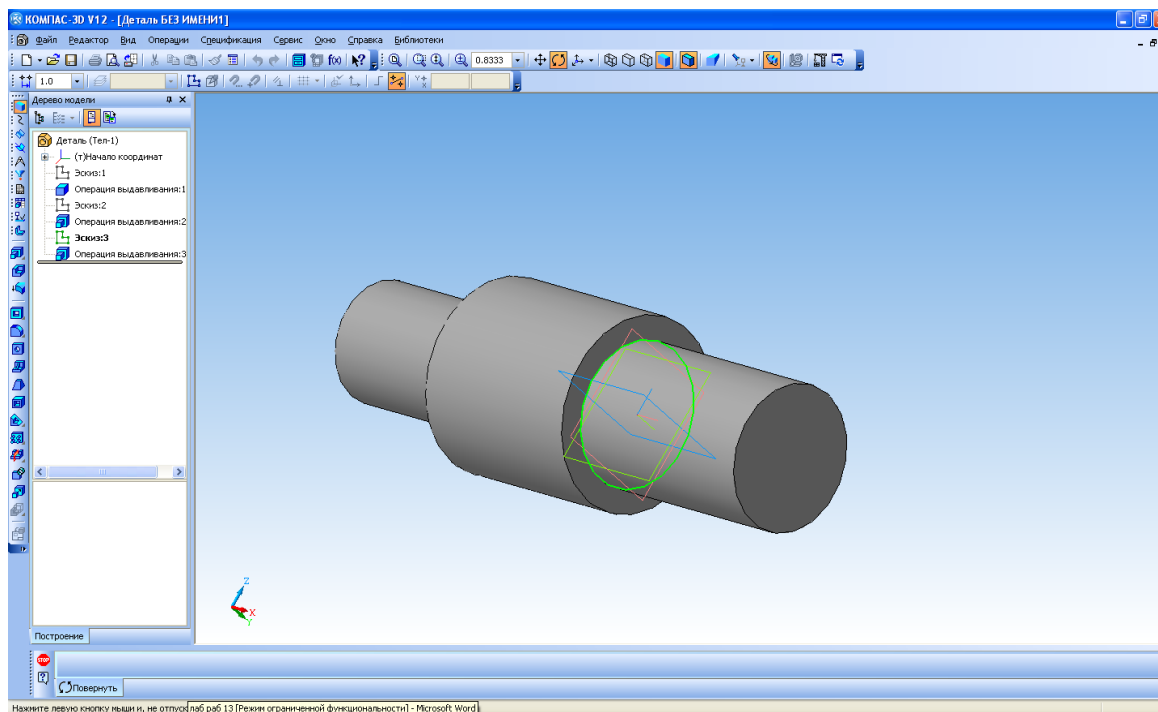

Рисунок 10
14. Поверните деталь так, чтобы она была повернута к вам бобышкой диаметра 60 (рисунок 10).